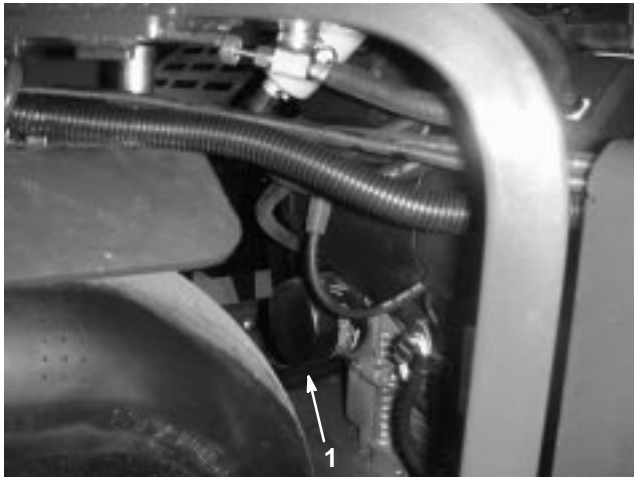

Bild 46
3. Stellen Sie eine Auffangwanne unter die Ölablassschraube. Nehmen Sie die Ölablassschraube ab, damit das Öl ablaufen kann (Bild 46).